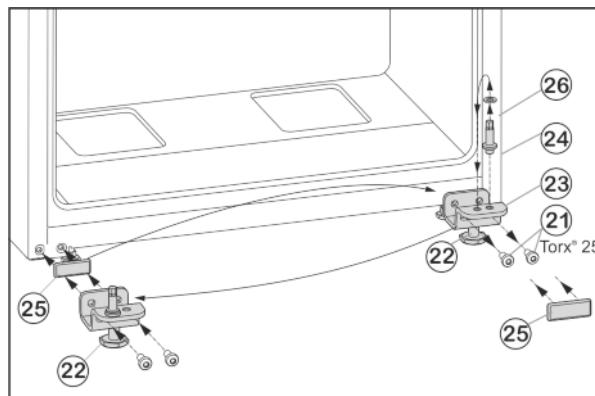

Fig. 9
- ▶ Upevňovací šrouby Fig. 9 (21) odšroubujte.
- ▶ Vyměňte spodní stojan ložiska Fig. 9 (23) i s ložiskovým čepem Fig. 9 (24), podložkou Fig. 9 (26) a seřizovací nožkou Fig. 9 (22).
- ▶ Ložiskový čep Fig. 9 (24) kompletně odšroubujte i s podložkou Fig. 9 (26), přemístěte do protilehlého upínacího otvoru stojanu ložiska a opět přišroubujte.
- ▶ Krycí desku Fig. 9 (25) opatrně sejměte a přemístěte ji na protější stranu.
- ▶ Dolní stojan ložiska Fig. 9 (23) opět kompletně, i s ložiskovým čepem Fig. 9 (24), podložkou Fig. 9 (26) a seřizovací nožkou Fig. 9 (22), případně s pomocí akumulátorového šroubováku **silou (4 Nm)** našroubujte na nové straně závěsu dveří.
- ▶ Dveře nasadíte shora na ložiskový čep *Fig. 9 (24)*.
- ▶ Seřizovací nožku *Fig. 9 (22)* na spodním stojanu ložiska *Fig. 9 (23)* vytáčejte, až dosedne na zem.